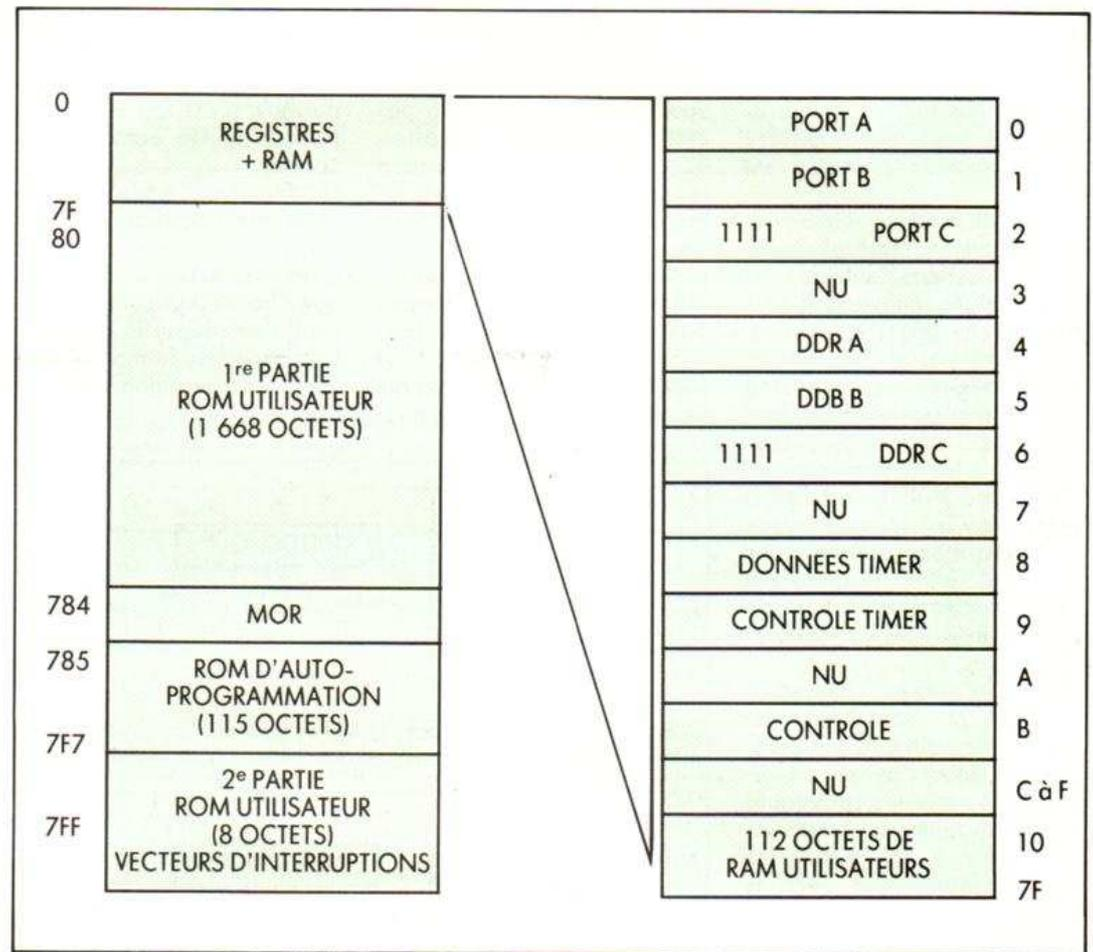

Fig. 1. – Organisation de l'espace adressable du 68705P3.
La figure 1, divisée en deux blocs, permet d'avoir une idée très précise des adresses utilisées dans le 68705P3. De l'adresse 00 à l'adresse 7F, on trouve les registres des divers organes contenus dans le circuit ainsi que la mémoire vive ou RAM disponible pour l'utilisateur. C'est là et là seulement que votre programme pourra stocker les données temporaires dont il pourra
La zone contenue de 00 à 7F est détaillée sur cette même figure 1. Nous constatons que les premières adresses sont réservées aux registres de programmation des divers ports d'entrées/sorties du 68705P3 que sont les ports A, B et C et que l'on trouve ensuite les registres du timer interne. La mémoire vive utilisateur commence donc en fait en 10 et s'étend jusqu'à 7F, soit 112 octets. Cela peut vous sembler très peu si vous êtes habitué à un micro-ordinateur où l'on compte habituellement en dizaines ou en centaines de kilo-octets ; nous verrons que c'est très suffisant pour un micro-contrôleur car l'usage de la RAM y est totalement différent.
– Le registre PC ou « programme counter » ou encore compte ordinal est le registre dont le contenu pointe sur l'adresse de la prochaine instruction à exécuter. Il est analogue à celui que l'on trouve dans tous les microprocesseurs du marché mais sa taille est adaptée à l'espace mémoire du 68705P3 et, de ce fait, il ne contient que 11 bits ce qui suffit pour aller jusqu'à 7FF qui est l'adresse maximale admise sur le 68705P3 comme nous l'avons vu en figure 1.